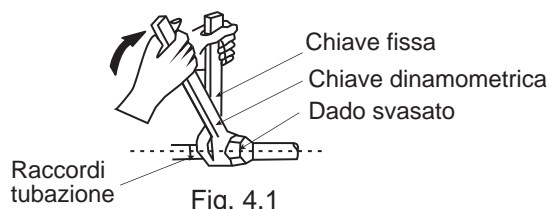

Fig. 4.1
- Durante l'installazione o lo smontaggio delle tubazioni, utilizzare una chiave fissa e una chiave dinamometrica: vedi Fig. 4.1.